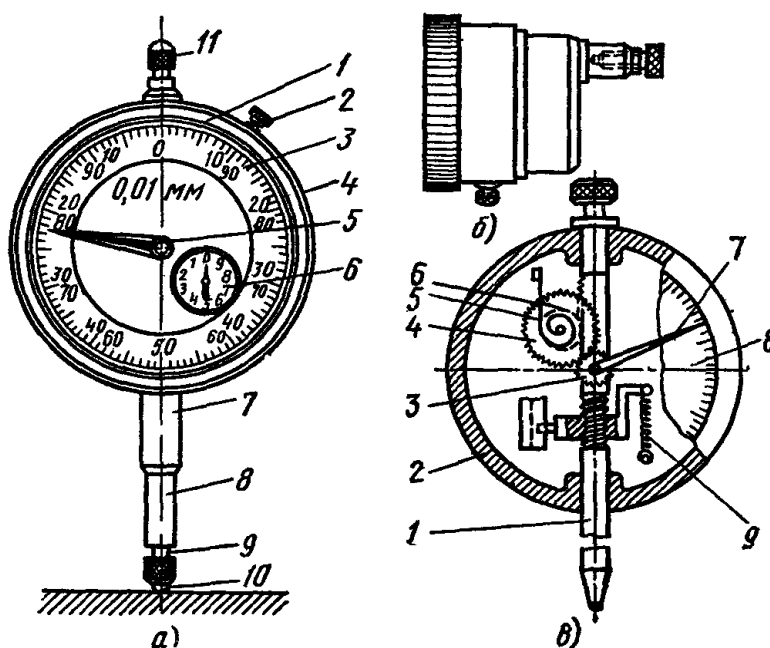

Рис. 24. Индикатор ИЧ:
1. Ознакомиться с конструкцией индикатора ИЧ (рис.24, а).
2. Схема индикатора дана на рис. 24, в: 1 – измерительный стержень с зубьями на одной стороне, 2 – корпус индикатора, 3 – малое зубчатое колесо на одной оси со стрелкой, 4 – большое зубчатое ведущее колесо относительно зубчатого колеса 3, 5 – пружинка, 6 – малое зубчатое колесо (ведущее), сидящее на одной оси с зубчатым колесом 4 и находящееся в зацеплении с зубьями рейки стержня 1, 7 – стрелка, 8 – циферблат; 9 – пружина.
3. Шкала индикатора дана на рис. 24, а: циферблат 3 индикатора разделен на 100 равных частей. Цена каждого деления 0,01 мм.
- Маленький циферблат 6 (рис. 24, б) с делениями для отсчета полных оборотов. За один полный оборот стрелка передвигается на одно деление, равное 1 мм.
1. При любом измерении нужно установить индикатор в начальное положение (рис. 24).
2. Циферблат 3 (рис. 24,а) повернуть за рифленый ободок 4 или повернуть головку 11 (при неподвижном циферблате), установить ободок относительно стрелки, зафиксировать стопором 2.
4. Заметить начальное положение стрелки 5 (см. рис. 24, а) и указателя 6 на циферблате. Отсчет вести от этого показания, как от начального.
Целые числа миллиметров отсчитывать стрелкой 6 (см. рис. 24, *а*), сотые доли миллиметра отсчитывать по большой шкале 3.